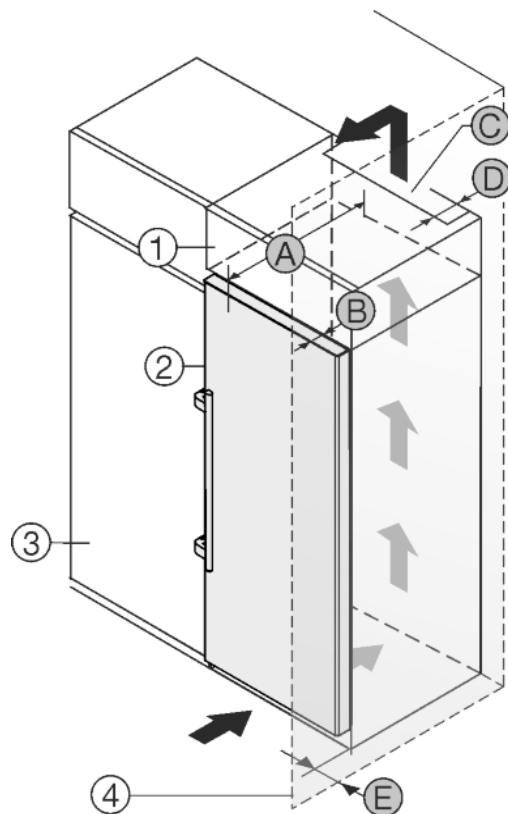

Fig. 20
Устройство может быть окружено кухонными шкафами. Чтобы уравнять устройство Fig. 20 (2) по высоте с кухонной стенкой, можно установить над устройством дополнительный шкафчик Fig. 20 (1).
Установить устройство можно непосредственно рядом с кухонным шкафом Fig. 20 (3). Чтобы можно было полностью открыть двери, устройство должно выступать на глубину Fig. 20 (B) относительно передней стенки кухонного шкафа. В зависимости от глубины кухонных шкафов и использования пристенных распорок устройство может выступать и больше.
- На задней стенке дополнительного шкафчика должен быть вентиляционный канал с глубиной Fig. 20 (D) по всей ширине этого шкафа.
- Нужно соблюдать вентиляционное отверстие Fig. 20 (C) под нижней панелью.
Если устройство установлено на шарнирах у стены *Fig. 20 (4)*, то нужно соблюдать расстояние *Fig. 20 (E)* между устройством и стеной. Настолько выступает ручка при открытой двери.